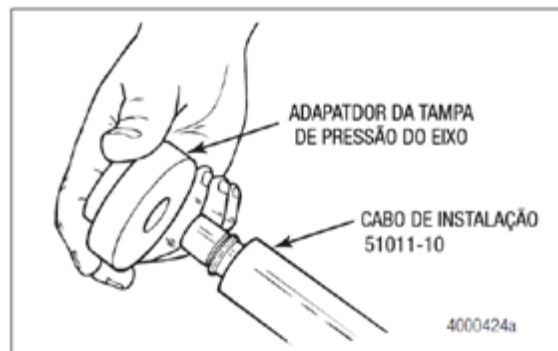

Figura 2.16
17. Instale a ferramenta de montagem da tampa de pressão do eixo no cabo. Figura 2.16.